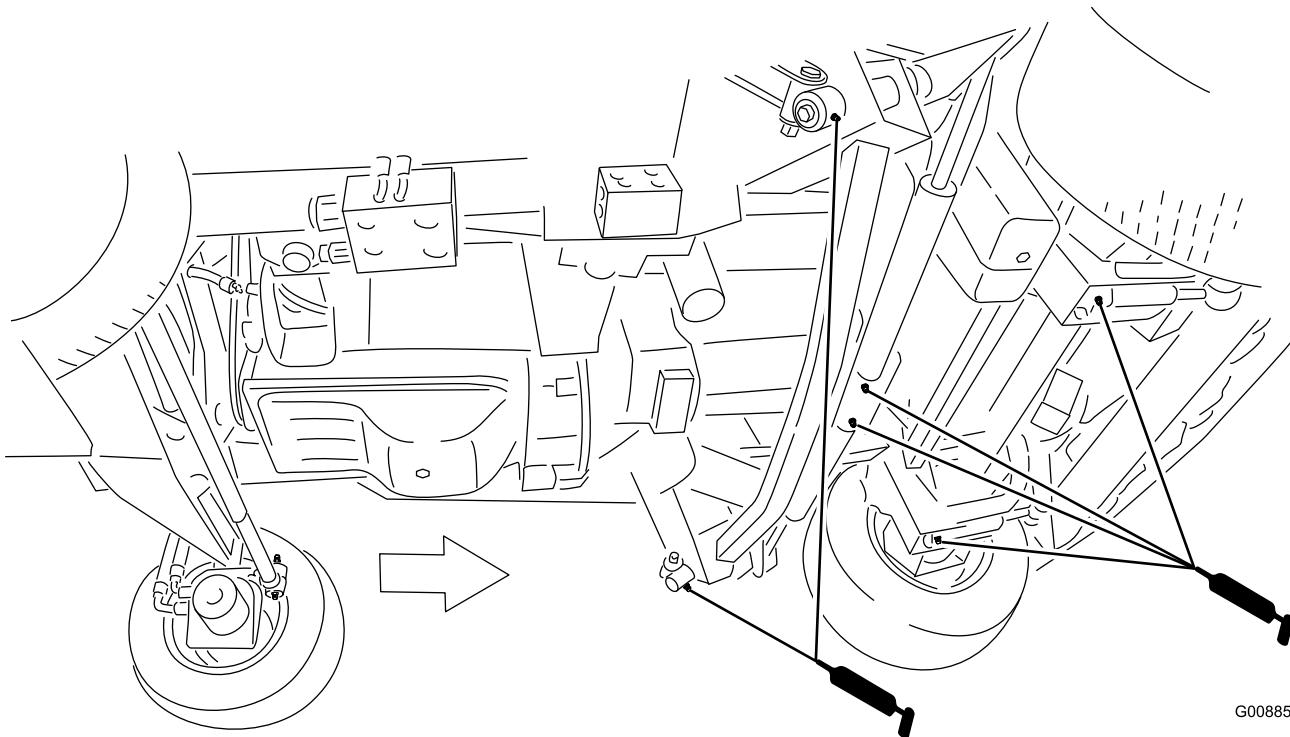

Figura 46
- Brazos de impacto (2) (Figura 46)
- Pivotes de los cilindros de elevación de la plataforma delantera (2) (Figura 46)
- Pivotes de los cilindros de elevación de las plataformas laterales (2) (Figura 46)